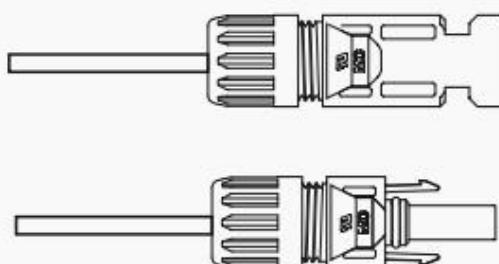

图 3.6 组装连接器
4. 将金属连接器插入连接器的顶部，以 3–4Nm 的扭矩拧紧螺母，如图 3.6 所示：